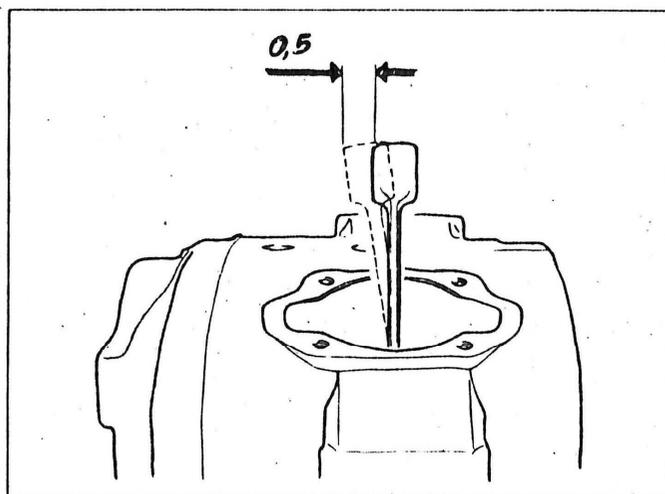

Fig. 4 - Gioco assiale biella
- Verificate che la biella non presenti segni di surriscaldamento e che la stessa non presenti un gioco assiale superiore ai 0,5 mm. come indicato in Fig. 4. In caso contrario bisognerà procedere alla sostituzione dell'imbiellaggio completo (è sconsigliabile ed antieconomico procedere alla sostituzione della sola biella);